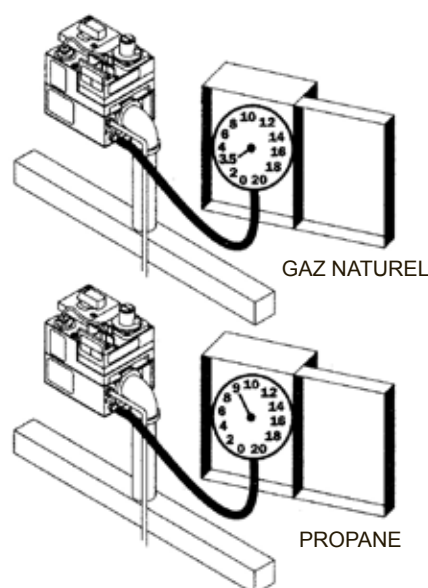

Figure 35: Lecture de la pression du gaz
6. Noter les lectures de pression pendant que le chauffe-piscine fonctionne. Le gaz propane doit avoir une pression de 9 pouces d'eau. Le gaz naturel doit avoir une pression de 3,5 pouces d'eau. Voir la figure 35.